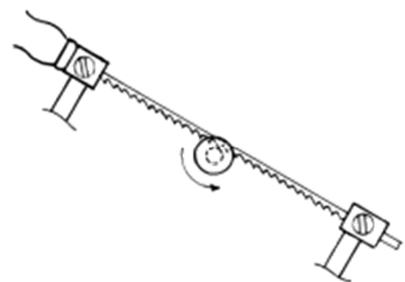

Abb. 5: Juffer absägen
- C. Absägen mit kleiner, feiner Laubsäge (Abbildung 5). Das Sägeblatt wird hierzu so verkehrt eingespannt, wie's nur geht: Zähne nach hinten und Sägerichtung nach oben.